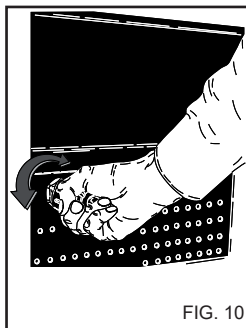

FIG. 10
O dispositivo regulador de pressão, fig. 10, permite regular a pressão de trabalho. Rodando o manípulo C no sentido contrário ao dos ponteiros do relógio (B) (mínimo) obtém-se uma redução da pressão de funcionamento. A pressão de funcionamento pode ser sempre medida a qualquer momento.